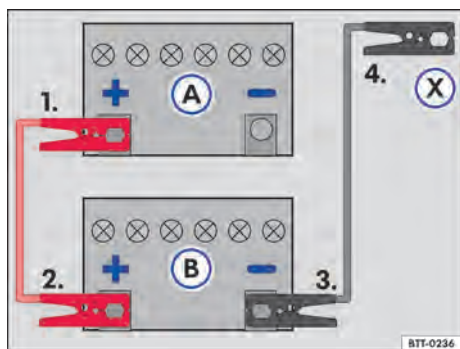

Fig. 141 Esquema para a conexão dos cabos auxiliares de partida: bateria do veículo descarregada (A) e bateria do veículo fornecedora de corrente (B).
Legenda para → Fig. 141:
Conectar o cabo auxiliar de partida somente na sequência 1 – 2 – 3 – 4 → Fig. 141.
- Conectar uma extremidade do cabo auxiliar de partida **vermelho** ao polo positivo (+) do veículo com a bateria do veículo descarregada → Fig. 141  → .